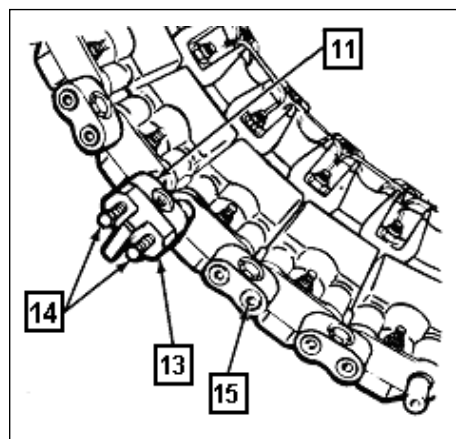

Fig 6-9. Extração do conector
- l.** Apertar os parafusos do extrator (14) contra ao final dos pinos de conexão da lagarta (15), e bater levemente nas cabeças dos parafusos do extrator com martelo. (Fig 6-9)
- m.** Girar os parafusos do extrator (14) alternadamente para manter o conector (11) movimentando de forma coordenada até que ele se mova aproximadamente 2,5 cm nos pinos da conexão. Repita o procedimento para o lado oposto do conector da lagarta. (Fig 6-9)
- n.** Posicionar o macaco de desconexão de lagarta (16) nos pinos de conexão (15) e apertar até os ganchos (17) se firmarem sobre os pinos. Repita o procedimento no lado oposto da lagarta. (Fig 6-9 e 6-10)